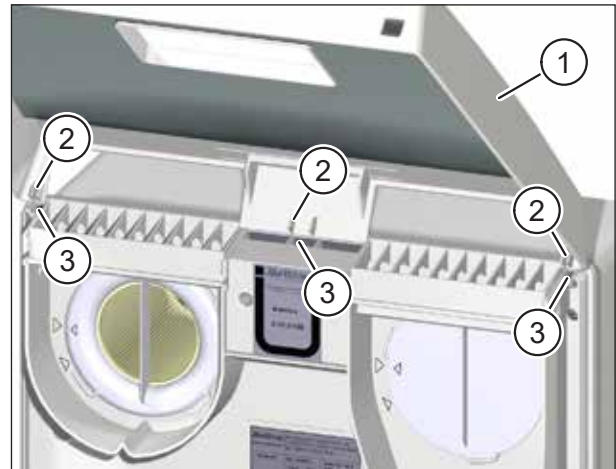

Abb. 20: Gerätedeckel auf Lüftungsgerät aufsetzen
- ▶ Fassen Sie den Gerätedeckel (Pos. 1 in Abb. 20) des Lüftungsgerätes mit beiden Händen und neigen Sie die Oberkante des Gerätedeckels in Richtung Lüftungsgerät.
- ▶ Setzen Sie die Nasen (Pos. 2 in Abb. 20) des Gerätedeckels in die Öffnungen (Pos. 3 in Abb. 20) an der Oberseite des Lüftungsgerätes ein.